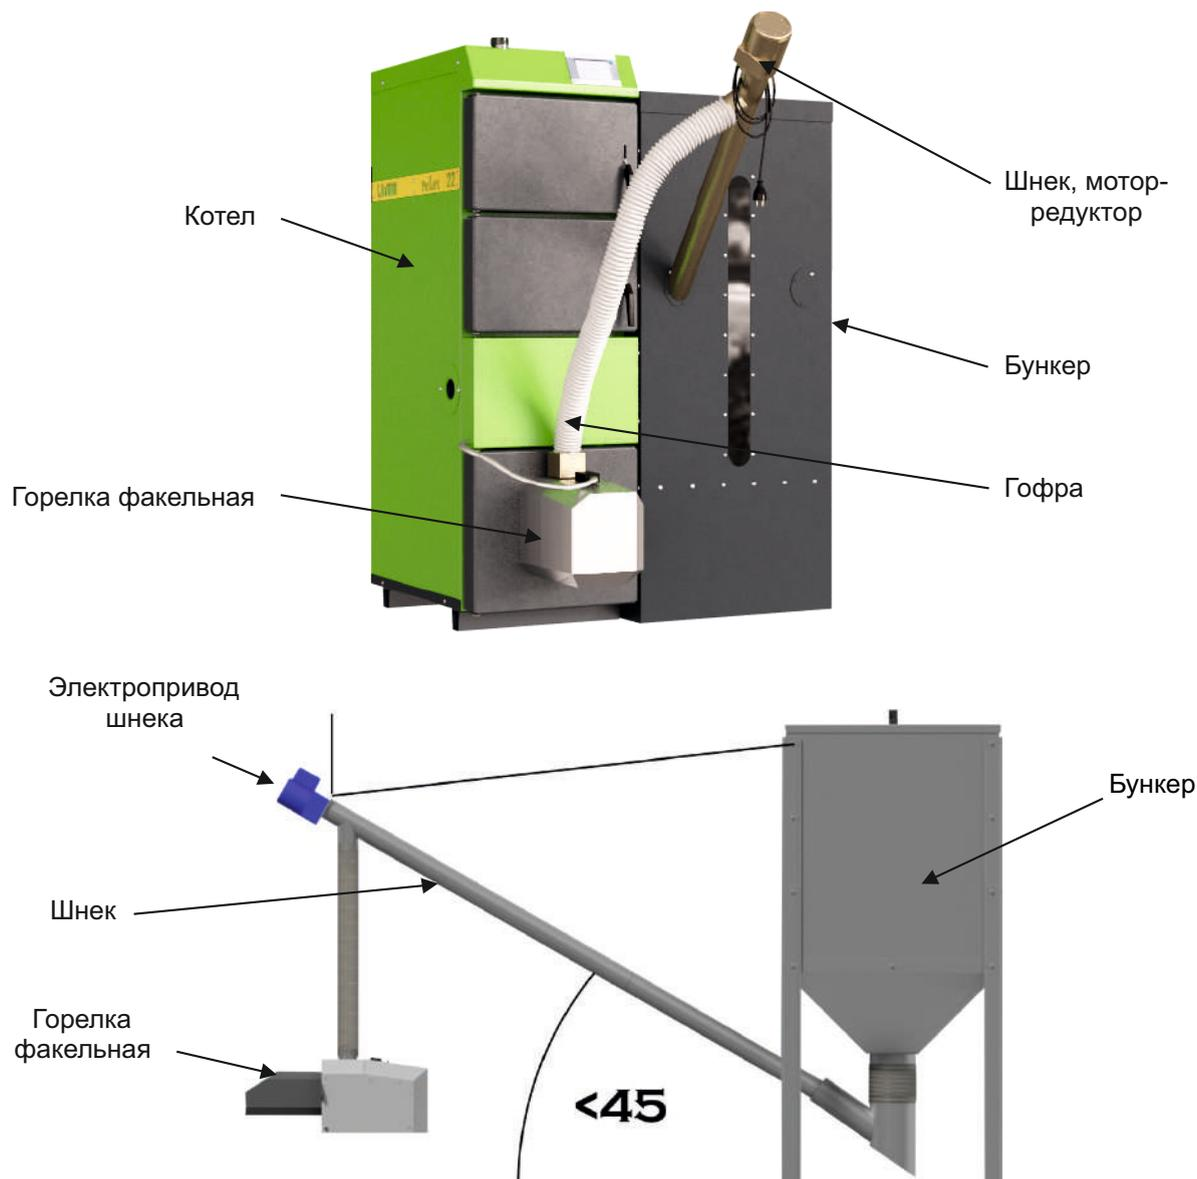

Рисунок 3. Общий вид винтового подающего устройства с Горелкой и бункером
- Д) отмерить и отрегулировать длину подающего устройства пеллет, не забывая при этом, что угол между основанием и трубой подающего устройства не должен превышать  $45^\circ$  (см. рис. 3);
- Е) подвесить подающее устройство на цепочке (см. рис. 3);